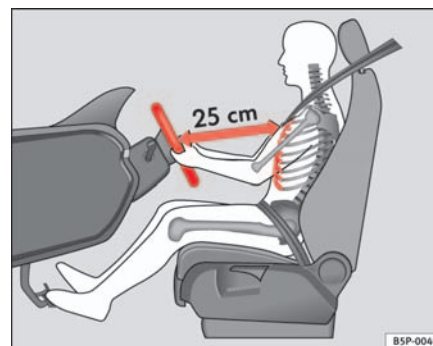

Fig. 130 Posición correcta del conductor
- Ajuste el volante hasta alcanzar la posición deseada ⇒ fig. 130.
- Ajuste el asiento del conductor o el volante de modo que quede una distancia mínima de 25 cm entre el volante y el tórax ⇒ página 168, fig. 130. ¡Si no respeta la distancia mínima, el airbag no le protegerá adecuadamente y corre peligro de muerte!